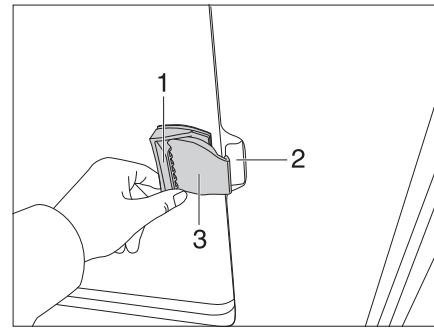

Bild 47 Schiebefenster ohne Verriegelung
- Griffklappe (Bild 47,1) ziehen und Griff gleichzeitig nach vorn schieben oder ziehen.